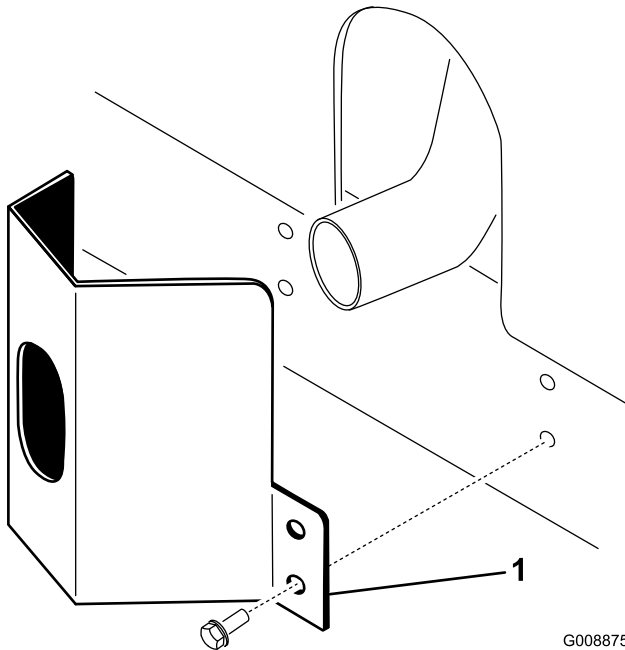

图 9
- 2. 用 4 个自攻螺丝将排气护罩固定到机架上图 9。
- 1. 将排气护罩放到消声器旁边同时将安装孔与机架中的孔对齐图 9。